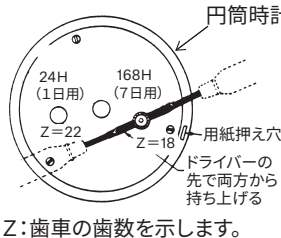

図4. 歯車の取り外し
- ①円筒時計を芯棒から取り外し、底部に取り付けてある7日用歯車を取り外してください。〈図4・5〉